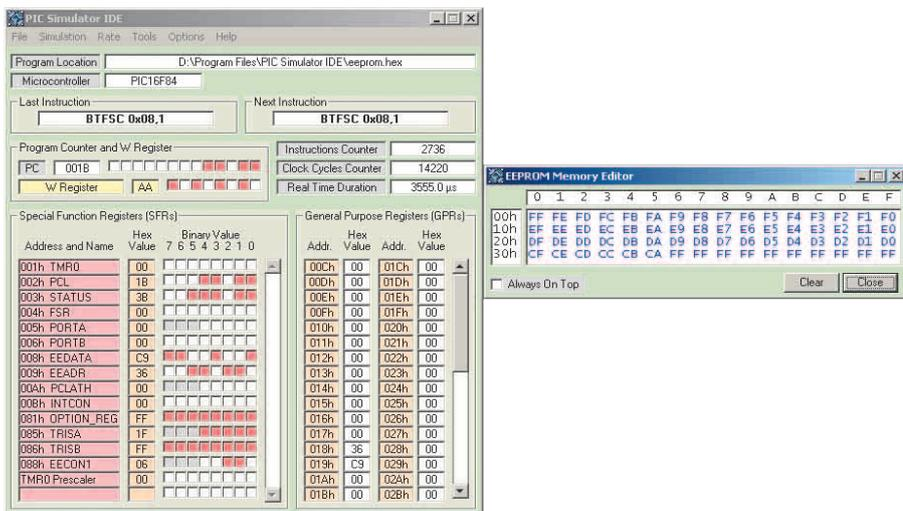

Рис. 4. Вид экрана с выполняющейся программой «Работа с EEPROM»
- Программа заполнит память EEPROM данными и введёт МК в бесконечный цикл, после обнаружения которого PIC Simulator IDE автоматически остановит работу. Вид экрана с выполняющейся программой показан на рис. 4.